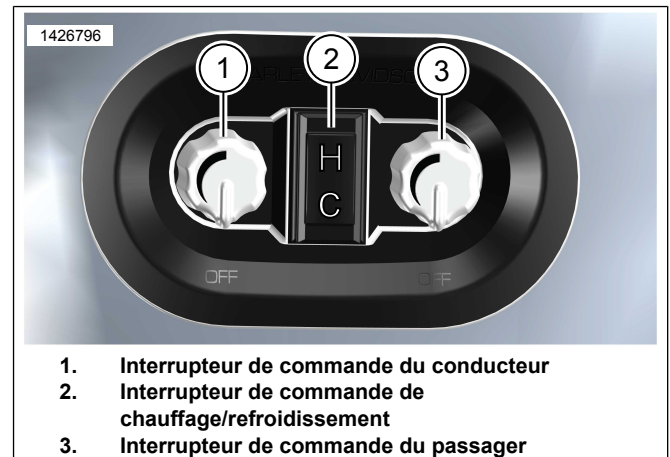

Figure 6. Interrupteurs de commande pour le chauffage/refroidissement de la selle
1. Voir la Figure 6. Interrupteurs rotatifs (1,3) :
- d. La commande de réglage du conducteur (1) est celle qui est située le plus près de celui-ci lorsqu'il est en position assise.
- e. La commande de réglage du passager (3) est celle qui est située le plus près de celui-ci lorsqu'il est en position assise.
- f. L'intensité la plus faible, celle du premier cran, règle la position de la selle sur Arrêt (OFF) peu importe le réglage de l'autre interrupteur de commande ou de l'interrupteur de chauffage/refroidissement (2).
2. Voir la Figure 6. Interrupteur de chauffage/refroidissement (2) :